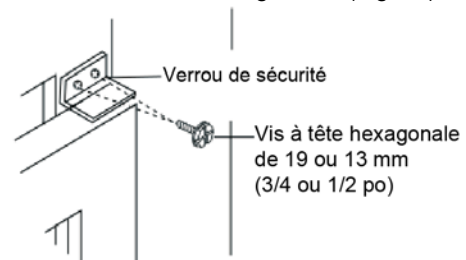

Fig.19
- Fixez le verrou de sécurité à angle droit (Fig. 19).